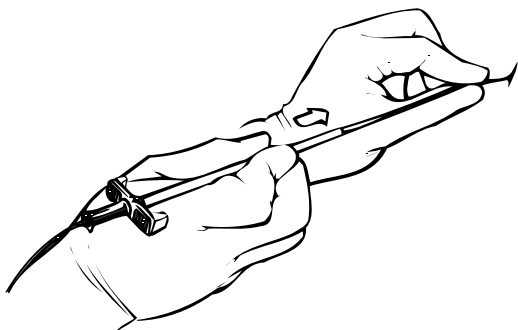

Рис. 4. Введение сосудистого расширителя и оболочки интродьюсера по проводнику
7. Введите сосудистый расширитель и оболочку как единое целое через проксимальный конец проводника и с умеренной силой продвигайте их через подключичную фасцию в подключичную вену пока снаружи не останется 6–8 см оболочки и сосудистого расширителя (см. рис. 4).